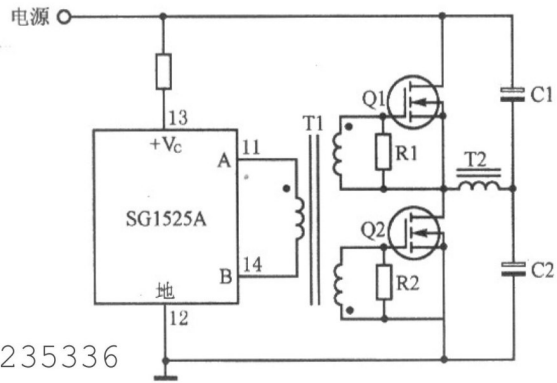

图 14
- 功率变压器可以直接由 SG3525A 驱动。当初级绕组的两个端点接地时，在死区时间内可以自动复位。见图 14。